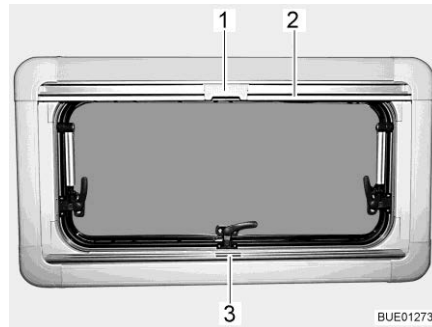

Bild 57 Ausstellfenster
Schließen: ■ Faltverdunklung in der Mitte der Griffleiste (Bild 57,3) fassen, von unten nach oben ziehen und auf der gewünschten Höhe loslassen. Die Faltverdunklung bleibt in dieser Höhe stehen.
Schließen: ■ Insektenschutzrollo an der Griffleiste (Bild 57,2) nach unten ziehen, bis es an der Griffleiste der Faltverdunklung (Bild 57,3) anstößt.
■ Raste (Bild 57,1) am Insektenschutzrollo mit der Griffleiste der Faltverdunklung verriegeln.
Öffnen: ■ Raste (Bild 57,1) am Insektenschutzrollo oben nach hinten drücken.
■ Insektenschutzrollo an der Griffleiste (Bild 57,2) langsam zurückführen.